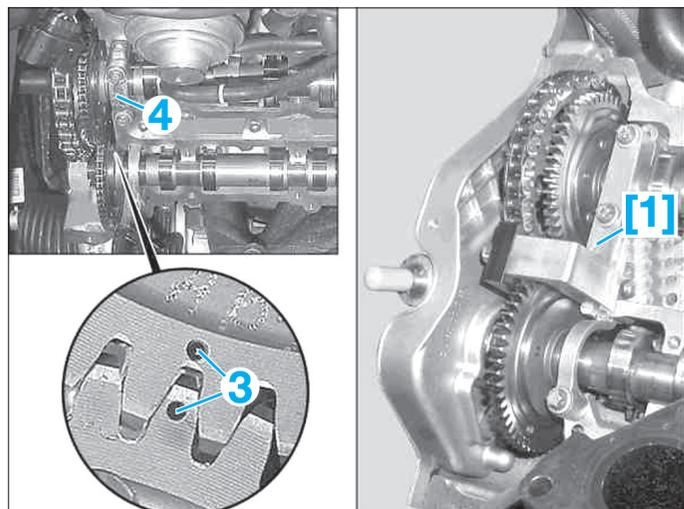

FIG. 20
- [1]. Outil de guidage (ref. 604 589 01 40 00) (Fig.20).
• S'assurer de la bonne position des repères (3). Ces repères situés sur les pignons d'arbre à cames doivent être l'un en face de l'autre (Fig.20).